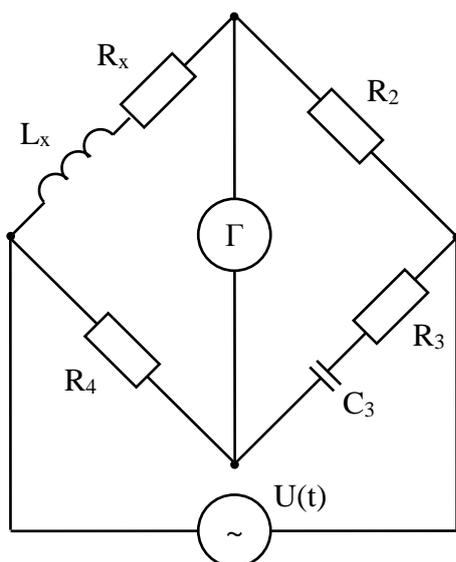

Рис. 4.
16. В схеме моста (рис. 4) измерение тангенса угла потерь $\text{tg}\delta_x$ катушки индуктивности осуществляется при следующих данных: плеча сравнения – $C_3 = 0,1$ мкФ и переменного резистора – $R_3 = 30$ Ом. Какое значение добротности при частоте измерения 1000 Гц?